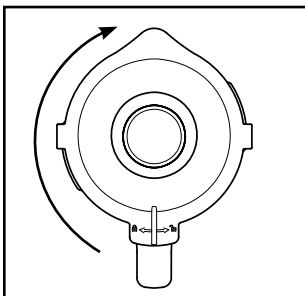

Abb. 2
- 4) Drücken Sie den Deckel ② versetzt wieder fest auf den Mixaufsatz ③ auf. Schließen Sie den Deckel ②, indem Sie ihn im Uhrzeigersinn in die Position  drehen, bis er hörbar einrastet (siehe Abb. 2). Achten Sie darauf, dass die Ausgießnase am Mixaufsatz ③ verschlossen ist. Nur wenn der Deckel ② bündig aufgesetzt ist, kann der Motor starten.